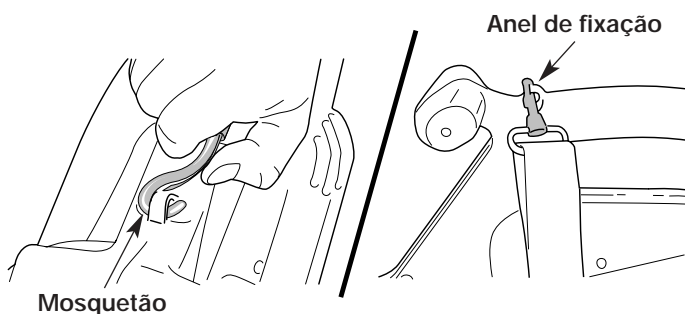

Fig. 7
4. Prenda o mosquetão metálico da alça ao anel de fixação situado no topo da pega (Fig. 7).